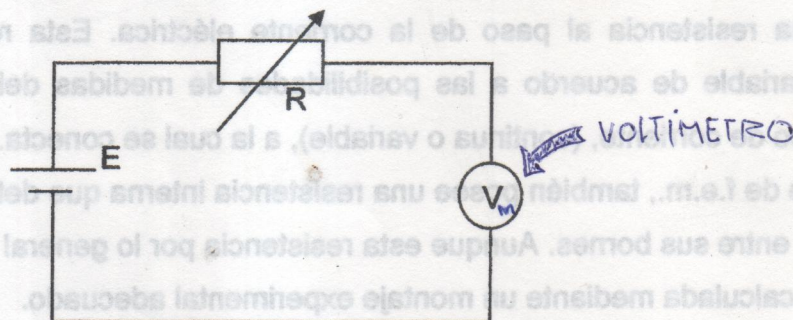

Figura 1. Montaje experimental para determinar la resistencia interna (R_v) de un voltímetro.
Puede demostrarse que la señal detectada por el voltímetro de la figura 1 es:
- Mida la salida de la fuente (E)
- Arme el circuito mostrado en la figura 1.